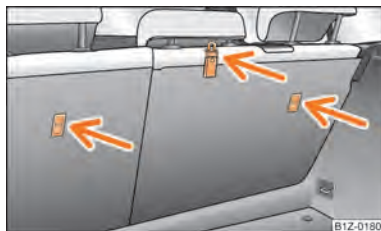

Fig. 137 Asiento posterior: Top Tether
En algunos países, las disposiciones legales vigentes exigen el equipamiento de los asientos posteriores con argollas de fijación para asientos infantiles del sistema "Top Tether" ⇒ fig. 137.
- Fije los asientos infantiles con el sistema "Top Tether" solamente en los puntos prescritos ⇒ fig. 137.